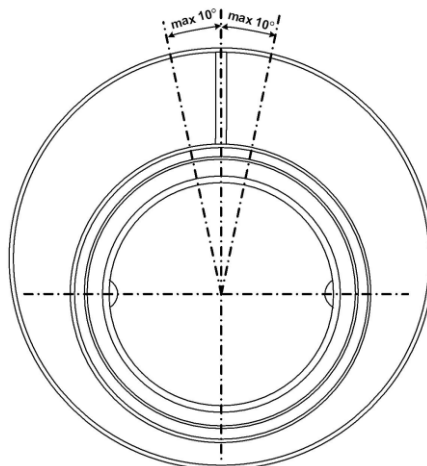

Рис.7. Допустимые отклонения плоскости монтажного кронштейна.
3.3.2. При монтаже в горизонтальный или наклонный трубопровод следует располагать ЭМР монтажным кронштейном кверху (рис.7). Угол отклонения плоскости монтажного кронштейна от вертикальной плоскости, проходящий через ось трубопровода, не должен превышать 10°.
в вертикальной плоскости с отклонением не более 10° (см. рис.7), а стрелка на шильде расходомера совпадала с направлением потока жидкости. Подключить кабель питания и связи.
- закрепить расходомер с использованием цепного подвеса, для чего предварительно установить в стенки колодца анкера со шпильками; цепь равномерно натянуть, обеспечивая угол отклонения от вертикали не более указанного на рис.7;
- закрепить расходомер на стенках колодца с использованием цепного подвеса, для чего предварительно завернуть в стенки колодца анкера со шпильками; цепь равномерно натянуть, обеспечивая угол отклонения от вертикали не более указанного на рис.7;